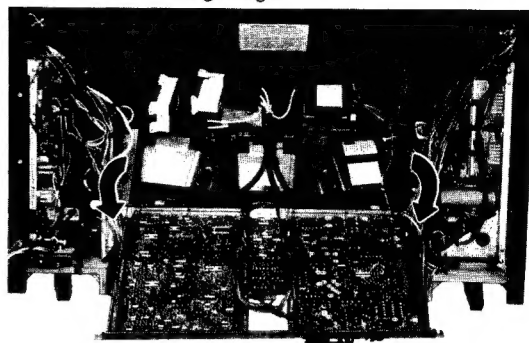

Fig. 2-10 Abb. 2-10
2. The Main chassis towards you as in fig. 2-10.
2. Das Hauptchassis anheben, herabklappen und hinlegen, wie in Abb. 2-10 gezeigt.